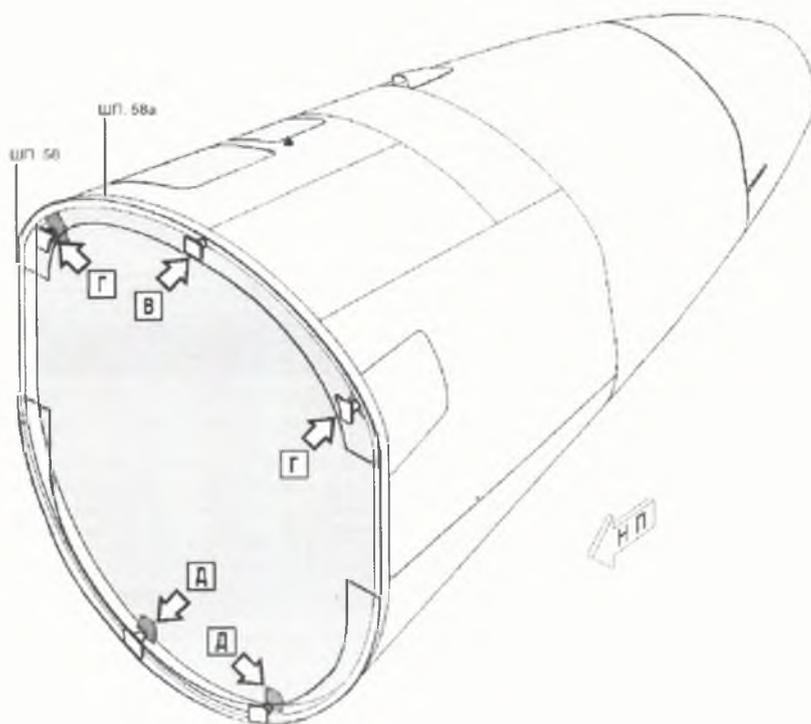

Рисунок 20. Схема расположения узлов навески отсека Ф6.
1.23. Установка отсека Ф6 (см. рис. 20,21,22,23,24,25):